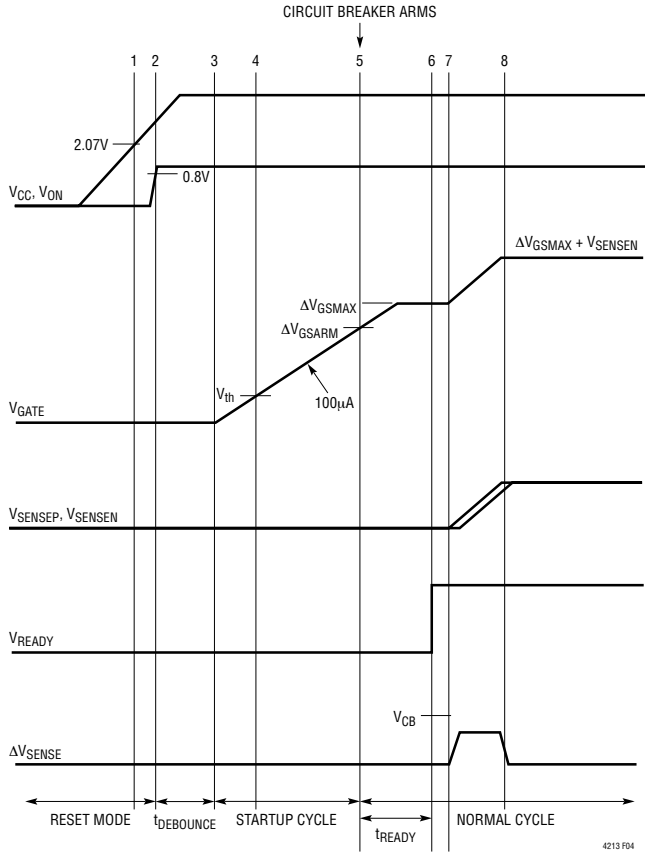

图 4：电路断路器进入待命状态之后的负载电源上电
图 4 示出了一种针对图 1 所示电路的标准上电序列，在该序列中， V_{IN} 负载电源在电路断路器进入待命状态之后上电。 V_{CC} 首先由一个辅助偏置电源来上电。 V_{CC} 在时点 1 升至 2.07V 以上。 V_{ON} 在时点 2 超过 0.8V。在一个 60 μs 的防反跳延迟之后，GATE 引脚在时点 3 开始斜坡上升。外部 MOSFET 在时点 4 开始导通。在时点 5， V_{GATE} 超过 ΔV_{GSMAX} ，电路断路器进入待命状态。50 μs (t_{READY} 延迟) 之后，由一个外部电阻器在时点 6 将 READY 引脚拉至高电平。READY 引脚向 V_{IN} 负载电源模块发出指示信号，以起动其斜坡上升。负载电源在时点 7 开始软起动斜坡上升。负载电源斜坡速率必须很慢，以防止电路断路器跳变，如 (8) 式所示：